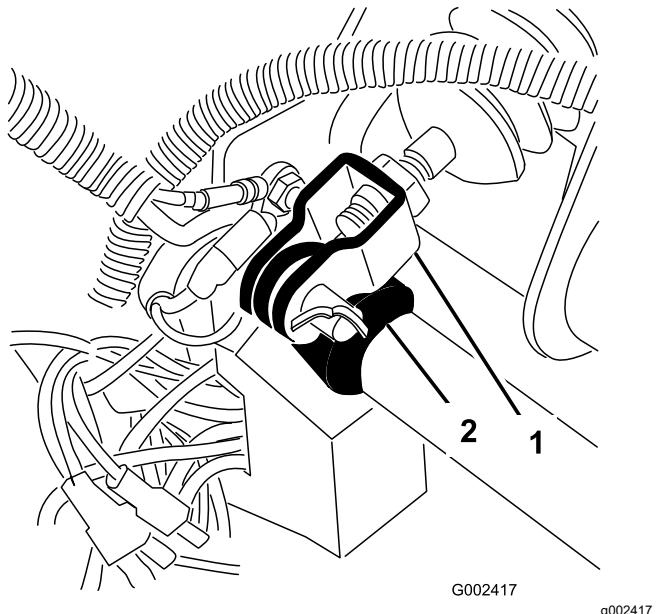

Figura 58
1. Retire o perno de gancho e o passador de forquilha que fixam a culatra do cilindro principal ao ponto de articulação do pedal de travão (Figura 58).